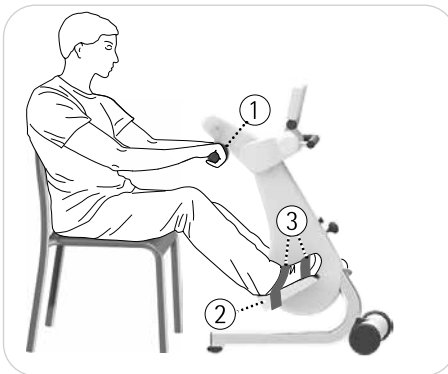

Fig. 5.21
Voir Fig. 5.21, 5.22 Fixez maintenant vos pieds avec les fixations autogrrippantes ③.